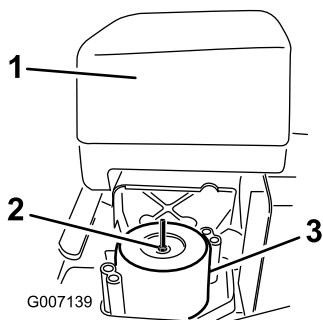

Figure 50
5. Enlevez l'écrou à oreilles des éléments du filtre à air et déposez les éléments (Figure 50).
2. Placez le filtre à air sur sa base et fixez-le en position avec un écrou à oreilles (Figure 50).